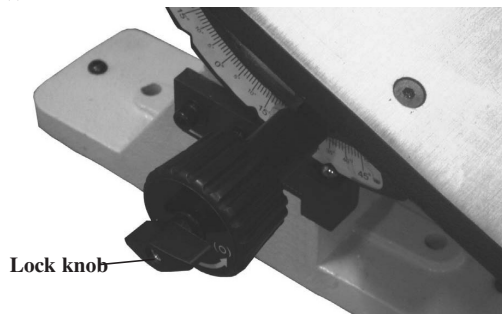

Рис. 02
1. Освободите фиксирующую рукоятку (Рис. 02) и установите стол в позицию под углом 90°. Зафиксируйте фиксирующую рукоятку и прижмите угольник к столу и шлифовальному диску. Угольник должен быть ровно приложен к столу и шлифовальному диску.